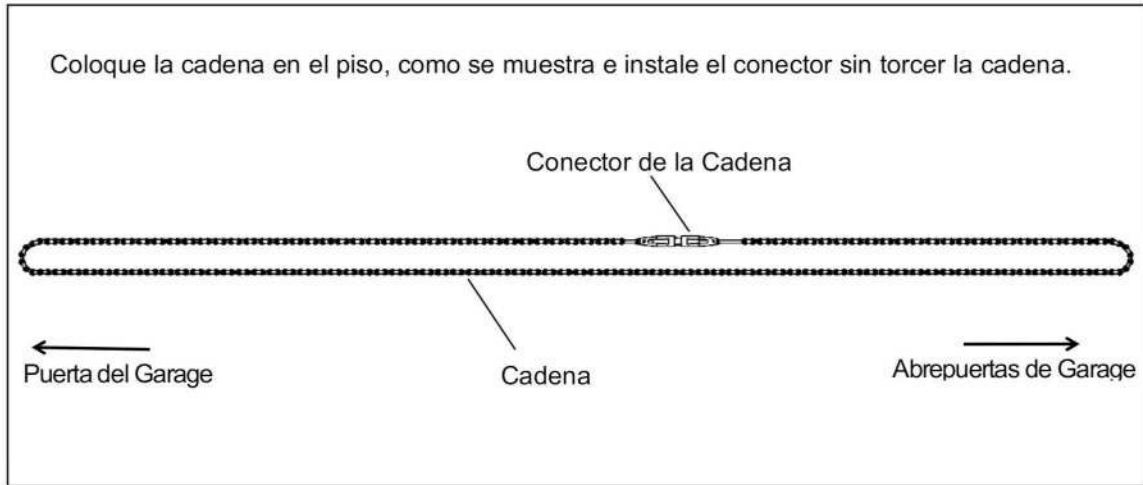

Fig.27
5.12.-Preparando la Cadena para el Riel "T" (Fig.27).